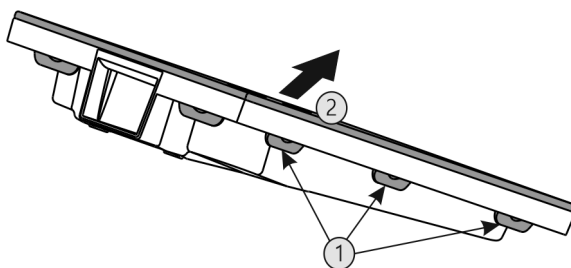

Fig. 58
- ▶ Всі накладки Fig. 58 (1) натиснути послідовно і вийняти кришку Fig. 58 (2).